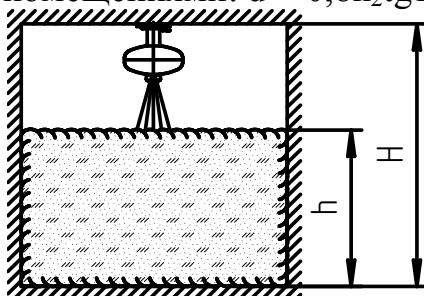

Рисунок 4
9 Огнетушащая способность МПП потолочного крепления для пожаров класса А при тушении с высоты (H) до 13 м двух поэтажно расположенных помещений с проемами для прохождения газопорошковой струи (см. рисунок 4):
При размере  $H$  менее 13 м, но выше потолочного перекрытия верхнего помещения размеры  $c$  и  $d$  (см. рисунок 4) должны быть:
**Параметры тушения МПП потолочного крепления (см. рисунок 4)**